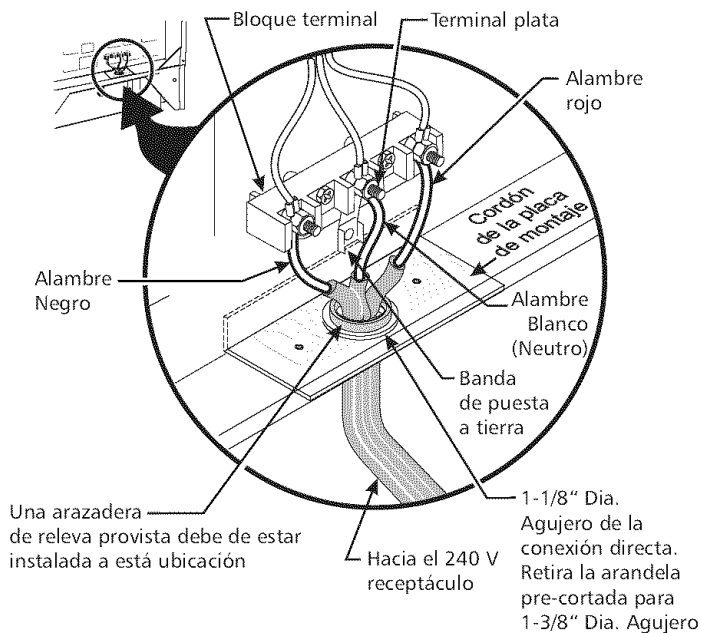

Figura 3
Nota: La estufa corrediza eléctrica viene de fabrica con un agujero de diametro 1-1/8" como se muestra en la figura 3. Si un agujero mas largo es necesario retire la arande de pre-cortada
Si los códigos locales permiten la conexión del conductor a tierra del armazón al alambre neutral del cable de bronce del suministro eléctrico.(vea figura 3):
4. Reinstalar las 3 tuercas desajustadas en el bloque terminal (vea figura 3).